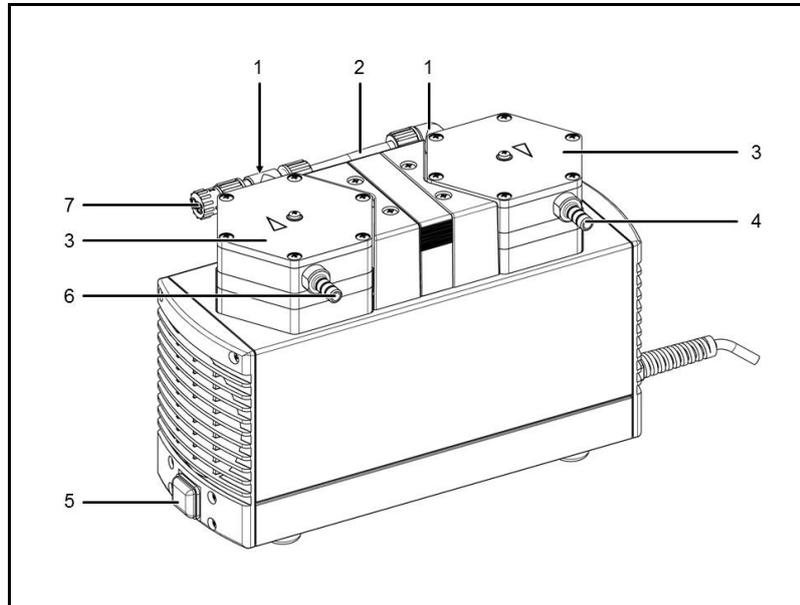

Abb. 3: Membranpumpe (dargestellt Pumpe N 840.3 FT.18G)
1. Schläuche vom pneumatischen Pumpeneingang (Abb. 3/6) und Pumpenausgang (4) abnehmen.
2. Verschaltung (2) zwischen den Pumpenköpfen (3) öffnen.
3. Verschaltungsstutzen (1) vom ansaugenden Pumpenkopf herausrauben.
4. Gasballast (7) in den Pumpenkopf einschrauben.
5. Verschaltung (2) zwischen den Pumpenköpfen schließen.
- Pumpe mit Netzschalter einschalten (siehe Abb. 3/5).
- Pumpe mit Netzschalter ausschalten (siehe Abb. 3/5).